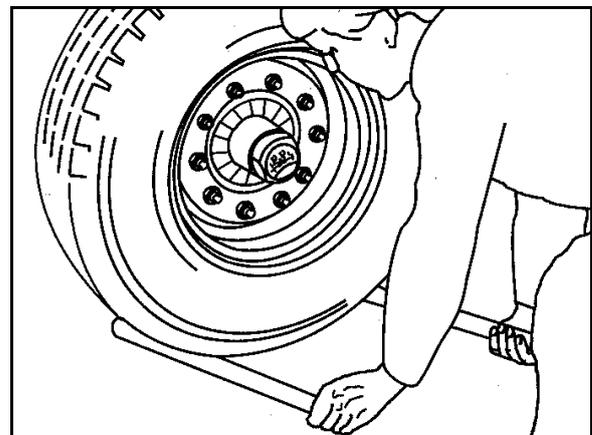

Fig. 88
1. Zum Prüfen des Radnaben-Lagerspiels Achse anheben, bis die Reifen frei sind (Fig. 88).